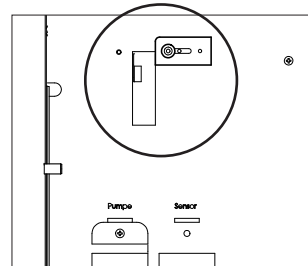

Fig. 6: Övre skyddsplåt i ursprungligt läge
2. Lossa skruven ovanpå skyddsplåten vid microbrytaren. Skjut plåten åt vänster för att täcka microbrytaren, och dra åt skruven igen (fig. 6 & 7).